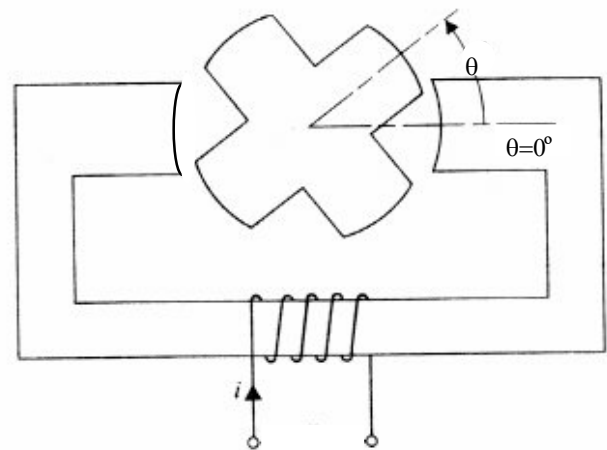

Figura 5.6
5.11.- Para el motor de reluctancia de la Figura 5.6, determine la inductancia de la bobina como función de la posición angular del rotor y calcule el torque eléctrico instantáneo y la velocidad de rotación del rotor (rpm), cuando la bobina se alimenta con una corriente $i(t) = 5 \cos 100 \pi t$.